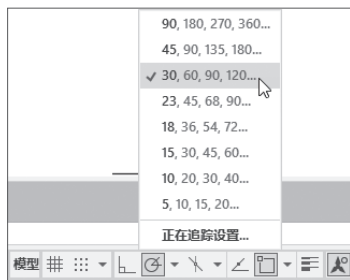

图 2-17
**步骤 01** 在状态栏中单击“极轴追踪”下拉按钮，在下拉列表中选择“30, 60, 90, 120...”选项，启用极轴追踪功能，如图2-17所示。